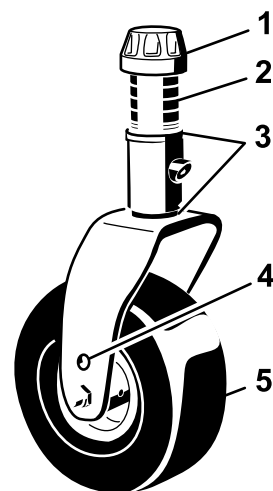

Bild 15
4. Entfernen Sie die Spannkappe von der Spindelwelle und ziehen die Spindel aus dem Laufradarm heraus (Bild 15).